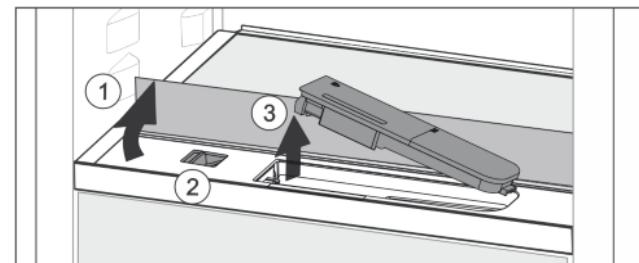

Fig. 36
- Поднять стеклянную панель и откинуть до упора назад Fig. 36 (1).
- Сдвиньте ползунок Fig. 36 (2) влево.
- Вынуть бак для воды Fig. 36 (3).